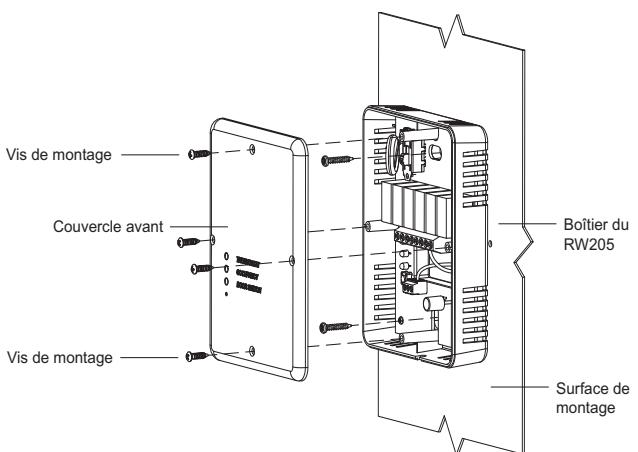

Fig. 1. Installation en appliquée (murale)
- Montage dans un boîtier d'appareil de série de 2 po x 4 po. La plaque arrière du RW205 est dotée d'encoches de montage pour une installation à la verticale. Voir figure 1 ci-dessous.
- Montage sur la surface intérieure du boîtier de câblage d'un PTAC. Monter à travers les trous du boîtier d'appareil à l'aide de (2) vis à tôle. Voir figure 1 ci-dessous.